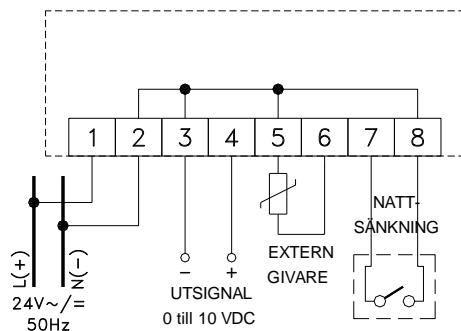

Fig. 4: Inkopplingschema (alt. med extern givare)
- Tag bort kåpan genom att med hjälp av något verktyg pressa in de två plasttänderna (2) på kåpans högra sida.
- Gör de elektriska anslutningarna till plintarna på kretskortet (se schema fig. 4).